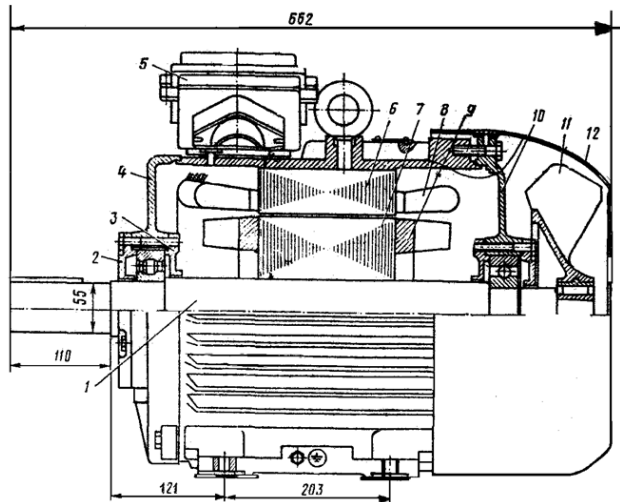

Рис. 1. Общий вид асинхронного двигателя с высотой оси вращения $h = 180$ мм; степень защиты IP44; способ охлаждения IC0141.
6. Назовите элемент 1, изображённый на рис. 1